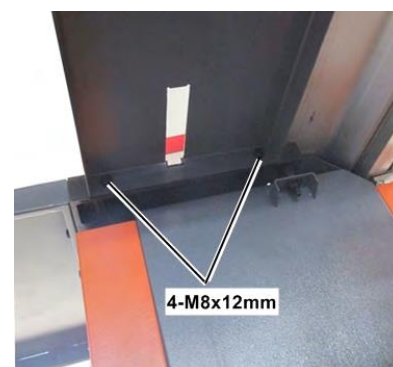

Fig. 6
d) Monter la table d'extension arrière (Fig. 6)